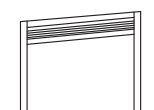

図6-7
- 許容範囲（※3）を超えた図6-7の場合、シャッターが取付けられなかったり、シャッター取付け後に異音やキズが発生して正常に作動しなくなる場合があります。